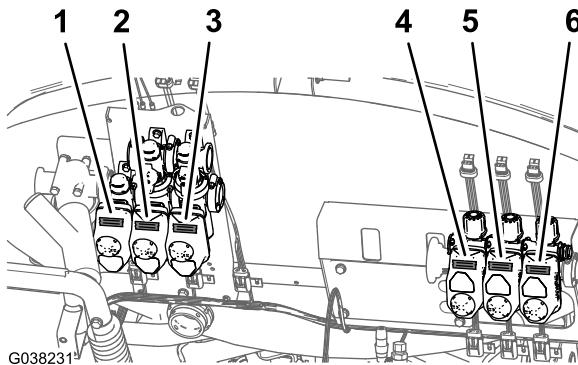

图51
- 如图51所示用胶带条标注阀门致动器的位置。
1. 如 图51 所示将在 拆卸阀门致动器 \(页码 20\) 的步骤 1 中确定的阀门致动器与歧管阀位置对齐。